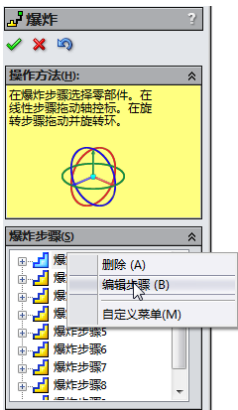
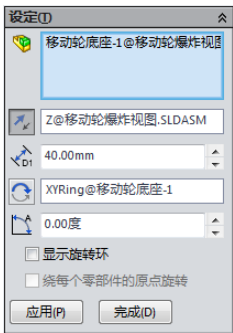

图 7-83 “爆炸”属性管理器
图 7-84 “设定”复选框
**03** 编辑爆炸步骤。右键单击“爆炸步骤”复选框中的“爆炸步骤 1”，如图 7-83 所示，在弹出的快捷菜单中选择“编辑步骤”选项，此时“爆炸步骤 1”的爆炸设置出现在如图 7-84 所示的“设定”复选框中。